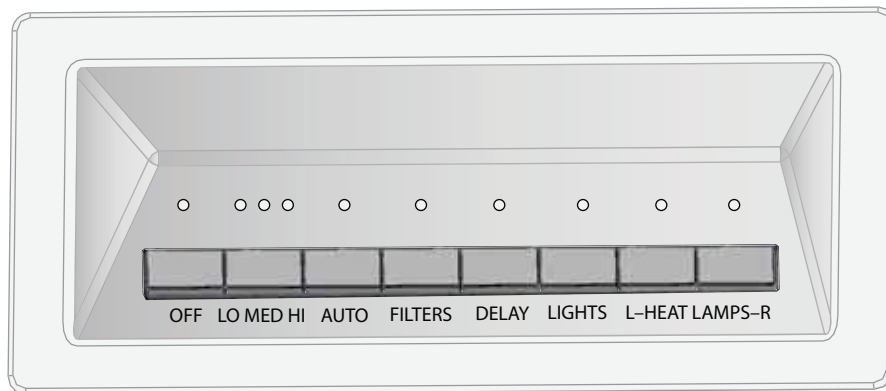

Figura 1: Tablero de control de los modelos de 27 pulg
- **PHxxGS** — profundidad de 27 pulg. (686 mm), anchuras de 36 pulg. (914 mm), 42 pulg. (1067 mm), 48 pulg. (1219 mm) y 54 pulg. (1372 mm). Los modelos de esta serie se caracterizan por su armazón de acero inoxidable cepillado, sus lámparas halógenas y sus lámparas infrarrojas (vea la figura 1).
- **PHxxHS** — profundidad de 24 pulg. (610 mm), anchuras de 30 pulg. (762 mm), 36 pulg. (914 mm) y 48 pulg. (1219 mm). Los modelos de esta serie se caracterizan por su armazón de acero inoxidable cepillado y sus lámparas halógenas (vea la figura 1).